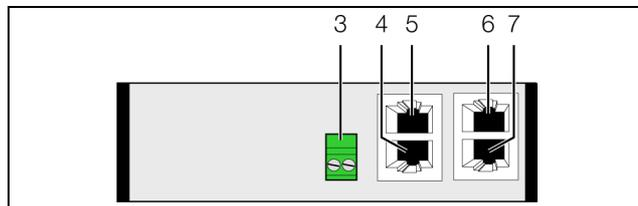

Abb. 9: Rückseite der CAN-Bus Unit
- Schließen Sie hierzu den 24 V-Ausgang (Direktanschluss) des Netzteils am entsprechenden Anschluss der CAN-Bus Unit (Abb. 9, Pos. 3) an.
Die o. g. Bezeichnungen „links“ und „rechts“ gelten beim Blick von hinten auf das Gerät (Abb. 9).
- Schließen Sie eine der folgenden Komponenten am entsprechenden Anschluss an (Abb. 9, Pos. 4).
- Schließen Sie ggf. an der zweiten, freien Schnittstelle der CAN-Bus Unit (Abb. 9, Pos. 5) eine weitere Komponente an.
- Verbinden Sie die CAN-Bus-Unit über ein CAN-Bus-Verbindungskabel mit einer CAN-Bus-Schnittstelle der CMC III Processing Unit bzw. der benachbarten Komponente im CAN-Bus (Abb. 9, Pos. 6).